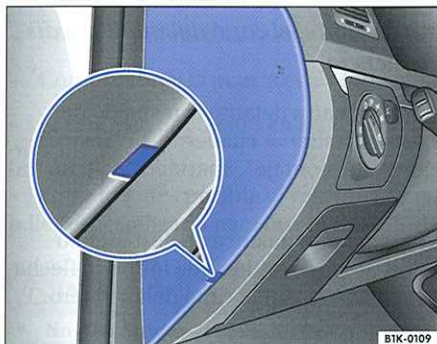

Fig. 38 Tapa de la caja de fusibles en el lado izquierdo del tablero de instrumentos
- Introduzca un objeto plano (p. ej. el destornillador de las herramientas de a bordo) en el rebaje ⇒ fig. 38 y haga palanca con cuidado para desprender la tapa.